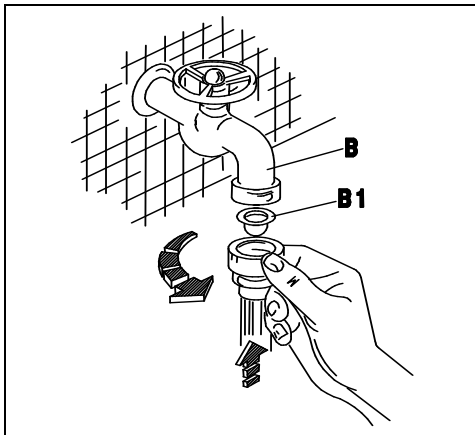
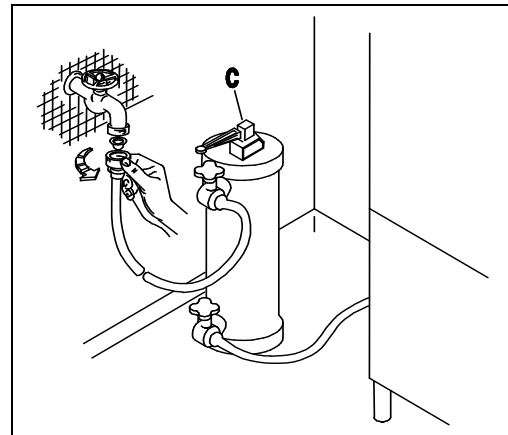

Fig. 2-2
Fig. 2-3
- L'apparecchio è previsto per l'allacciamento all'acqua fredda o calda (max 50÷55°C), con una pressione a valvola aperta come indicato nella Tab. 2-1. In caso di pressione superiore alla massima consigliata, bisogna installare un riduttore di pressione. In caso di pressione inferiore alla minima consigliata, bisogna installare una pompa di aumento pressione di max 0.5 Hp, con una portata di 20 L/min ed una prevalenza di 15÷20 mt. Il controllo della pressione deve essere effettuato all'ingresso dell'elettrovalvola (ved. fig.2-4). La condotta dell'acqua deve avere un diametro interno di almeno 16/18 mm (ved.fig.2-5). Collegare il tubo di carico acqua dell'apparecchio ad un rubinetto d'intercettazione (B), posto preferibilmente nelle immediate vicinanze dell'apparecchio, interponendo l'apposito filtro in dotazione (B1) (ved. fig.2-2). Si consiglia l'installazione di un decalcificatore (C) (non in dotazione), montato a monte dell'elettrovalvola della macchina (ved. fig.2-3).
- The appliance is designed for connection to the cold or hot water supply (max. 50÷55°C) at a mains pressure with the valve open as shown in Table 2-1 and a minimum output of 10 litres/min. If pressure exceeds the maximum, fit a pressure reducer. If pressure is lower than the minimum, fit a pressure booster pump of max. 0.5 Hp, with an output of 20 litres/min. and a head of 15÷20 metres. Pressure must be measured at the solenoid valve inlet (see fig. 2-4). The water pipes must have an internal diameter of at least 16/18 mm (see fig. 2-5). Connect the appliance water supply pipe to a cut-out tap (B), preferably placed close to the appliance, fitting the special filter provided (B1) (see fig. 2-2). We recommend fitting a water softener (C) (not provided) upstream from the machine solenoid valve (see fig. 2-3).
- Das Gerät ist für den Anschluss an Warm-und Kaltwasser (max. 50÷55°C) vorgesehen, wobei der Druck bei offenem Ventil dem in Tab. 2-1. Bei höherem Druck als dem empfohlenen einen Druckminderer installieren. Bei niedrigerem Druck als empfohlen eine Druckerhöhungspumpe mit max. 0,5 Hp, einer Förderleistung von 20l/min und einer Förderhöhe von 15-20m installieren. Die Druckkontrolle muss am Eingang des Elektroventils erfolgen (siehe Bild 2-4). Die Wasserleitung muss einen Innendurchmesser von mindestens 16/18 mm aufweisen (siehe Bild 2-5). Den Zulaufschlauch des Gerätes an einen möglichst nahegelegenen Wasserhahn (B) anschliessen und den vorgesehenen Filter (B1) anbringen (siehe Bild 2-2). Der Einbau eines Etkalkers (C) wird empfohlen; dieser gehört nicht zur Ausstattung und muss vor dem Elektroventil der Maschine eingebaut werden. (siehe Bild 2-3).
- L'appareil peut être raccordé à l'eau froide ou chaude (50÷55°C max) à une pression, soupape ouverte, comme indiqué dans le tableau 2-1. Si la pression dépasse la pression maximum conseillée, il faut installer un réducteur de pression. Si la pression est inférieure à la pression minimum conseillée, il faut installer une pompe pour faire augmenter la pression de 0,5 Hp max., à un débit de 20 litres /min et à une hauteur d'élévation de 15-20 m. Le contrôle de la pression sera effectué à l'entrée de l'électrovanne (voir fig. 2-4). Les conduites d'eau auront un diamètre interne d'au moins 16/18 mm (voir fig. 2-5). Raccorder la conduite d'arrivée de l'eau de l'appareil à un robinet secondaire (B), installé si possible tout près de l'appareil, après avoir intercalé le filtre spécial fourni (B1) (voir fig. 2-2). Nous conseillons d'installer un adoucisseur (C) (non fourni) qui sera monté en amont de l'électrovanne de la machine (voir fig. 2-3).
- Este aparato se puede alimentar con agua caliente o fría (máx. 50÷55°C); la presión del agua con válvula abierta está indicada en la tabla 2-1. En caso de que la presión fuera superior a la máxima que se aconseja, instale un reductor de presión; si fuera demasiado baja, instale una bomba de aumento de presión de 0,5 Hp (máximo), con un caudal de 20 litros por minuto y una altura de elevación de 15 a 20 m. El control de la presión se debe efectuar en la entrada de la electroválvula (véase fig. 2-4). La tubería del agua debe tener un diámetro interior de 16-18 m. por lo menos (véase fig. 2-5). Conecte el tubo de alimentación del agua del aparato a un grifo de paso (B), que irá montado preferentemente muy cerca del aparato, tras interponer el filtro (B1) del equipamiento base (véase fig. 2-2). Es aconsejable instalar un descalcificador (C) (que no forma parte del equipamiento base). El descalcificador irá montado antes de la electroválvula de la máquina (véase fig. 2-3).